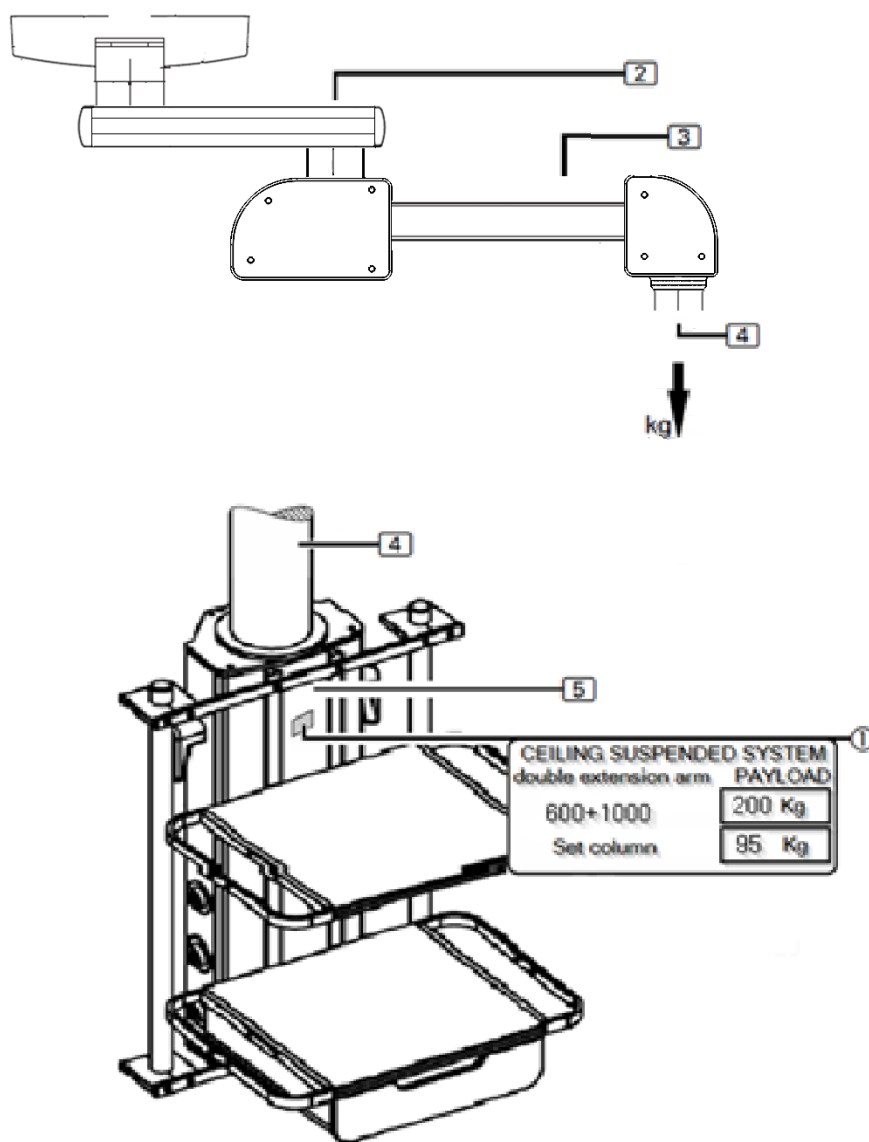

Fig.19 Emplacement de l'étiquette de la charge utile
Le poids propre du tube de descente (4) et de la tête de service (5) doit être soustrait de la capacité de charge maximale du système de suspension. Cette valeur correspond à la capacité de charge maximale (charge utile). Dans l'exemple illustré à la figure 19, il y a un ensemble bras d'extension et bras motorisé avec une capacité de charge de 120 kg, la charge utile maximale est de 95 kg après soustraction du poids propre de la tête de service et est indiquée sur l'autocollant (1) de la tête de service.